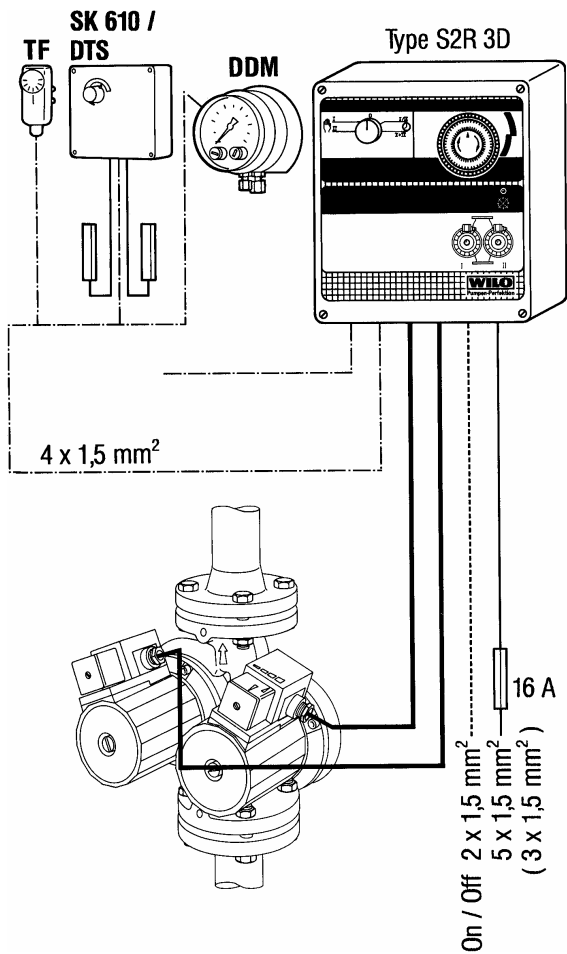
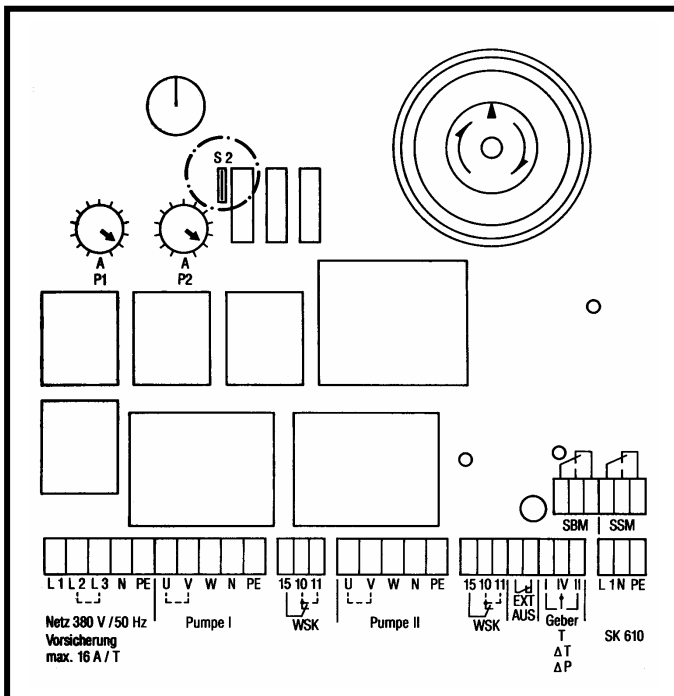

Рис. 4
Рис. 6
5.2 Электроподключение (рис. 4 и рис. 6)
- Сетевые предохранители: 16А, инерционные (рис. 4),
- **Подключение по рис. 4 и рис. 6** производить следующим образом:
- Питающий кабель прокладывайте таким образом, чтобы он не соприкасался с трубопроводом, корпусами насоса и мотора (рис. 4, поз. 3).
- **Трехфазные насосы:** кабель 7x1,5 мм², соедините клеммы мотора L1, L2, L3, PE с клеммами прибора U, V, W, PE. Переключатель S2 на плате прибора разомкнут (рис. 6).
- **Однофазные насосы:** кабель 5x1,5 мм², соедините клеммы мотора L1, N, PE с клеммами прибора W, N, PE. Клеммы U и V замкните перемычкой. Замкните переключатель S2 на плате прибора (рис. 6).
Защита мотора обеспечивается встроенным в прибор управления устройством защиты мотора по току. Поворачивая ручку потенциометра P1 и P2 (рис. 6) необходимо установить номинальный ток мотора каждого насоса (см. фирменную табличку на насосе), диапазон настроек от 1 до 10 А.
- Однофазные насосы: кабель 3x1,5 мм², соедините клеммы мотора L1, N, PE с клеммами прибора W, N, PE. Клеммы U и V замкните перемычкой. Замкните переключатель S2 на плате прибора (рис. 6).